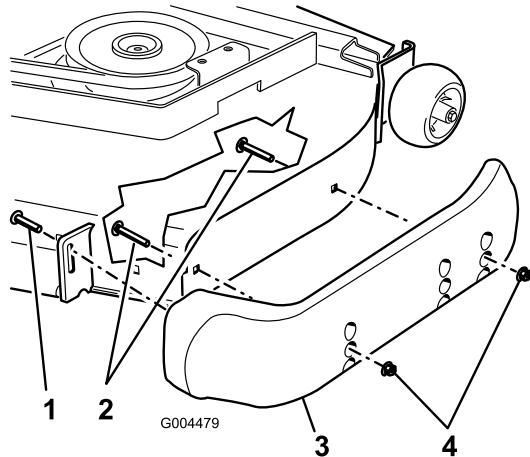

Bild 44
- Lösen Sie die Schraube vorne an jeder Kufe (zwei Kufen an Guardian-Mähwerken und eine Kufe an Seitenauswurfmäherwerken, wie in Bild 44 abgebildet.